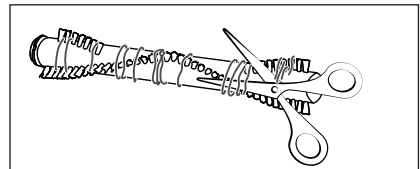

Fig. 26
- 4) Corte los hilos y pelos enganchados a lo largo de las cerdas del rodillo de cepillos **20** con unas tijeras (consulte la fig. 26). Retire los hilos y pelos del rodillo de cepillos **20**.